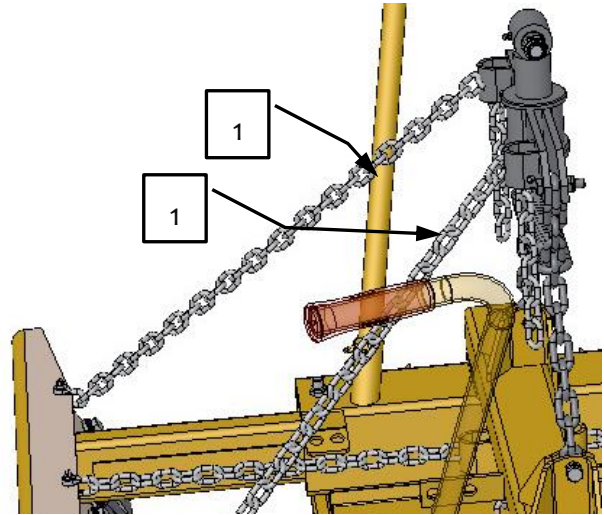

Bild 1
Die beiden Anstellwinkelketten (1) an den oberen Enden von der Ketten-Aufhängung entfernen und nach außen auf den Boden legen. → Bild 1